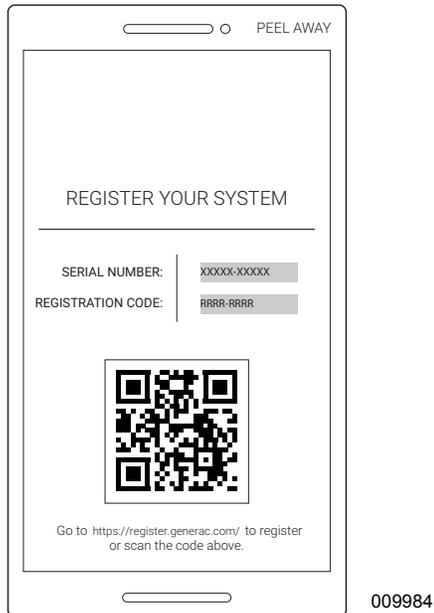

Figura 6-30. Calcomanía de registro
1. Consulte la **Figura 6-30**. Ubique el número de serie y el código de registro en la calcomanía de registro en la parte delantera del inversor. Esta información es obligatoria para el registro.